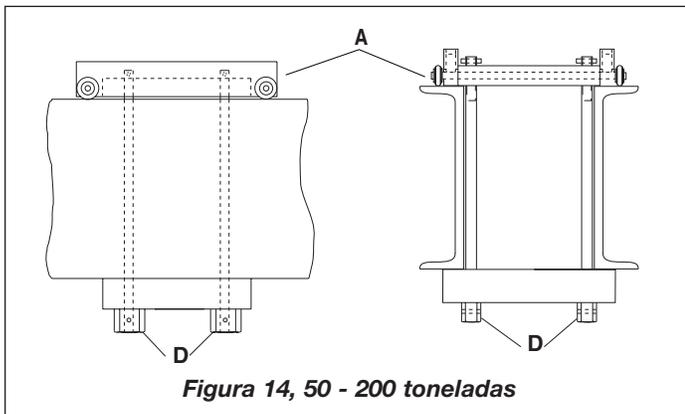

Figura 14, 50 - 200 toneladas
7.3 Modelos de 50-200 toneladas: veja a figura 14